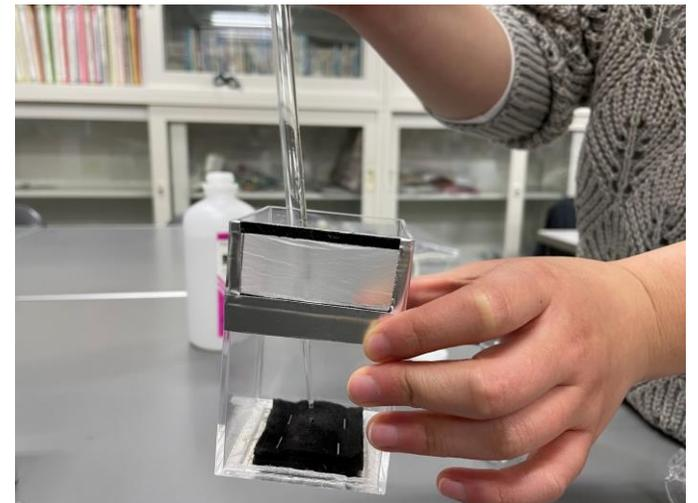

図18 エタノールを染み込ませる様子
- ②観察槽を2つ用意し、それぞれのフェルトにエタノールを6 mL程度ずつ染み込ませる(図18)。